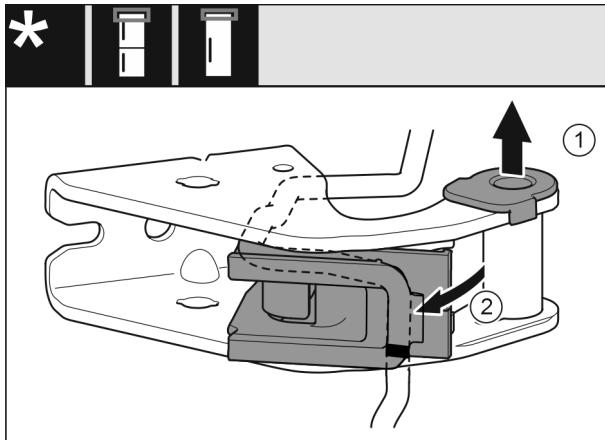

Fig. 27
- ▶ 将轴衬 Fig. 27 (1)从导向装置拉出。
- ▶ 旋出电缆支架 Fig. 27 (2)。